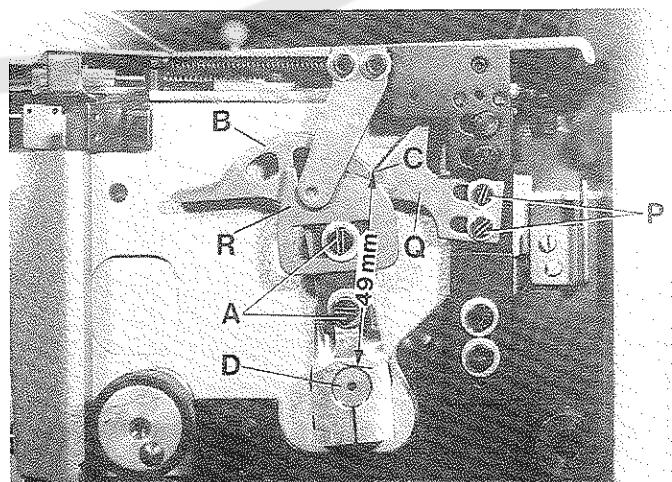

Fig.22
1. Loosen the two screws (A, Fig. 22) and set the take-up cams (B) so that the distance between upper edge of rocker shaft (D) and corner (C) on take-up cams (B) is 49 mm (1 15/16 in.) (see Fig. 22). Retighten screws (A).
5. For timing the "cast-off" of the looper threads turn handwheel in operating direction until the tips of the descending needles are even with the bottoms of the blades of loopers moving to the right. At this moment the looper threads simultaneously should be forced by the cast-off finger (Q, Fig. 22) over corner (C) on take-up cams (B). At the same time the nose on auxiliary take-up cam (R, Fig. 22) should just contact the looper threads.
1. Lösen Sie die beiden Schrauben (A, Fig. 22) und stellen Sie die Abzugskurven (B) so, daß zwischen der Oberkante der Schwinghebelwelle (D) und der Ecke (C) an den Abzugskurven (B) ein Abstand von 49 mm ist (siehe Fig. 22). Ziehen Sie die Schrauben (A) wieder an.
5. Zum Einstellen des Abzug-Zeitpunktes der Greiferfäden drehen Sie das Handrad in Nährichtung, bis die nach unten gehenden Nadelspitzen mit den Unterkanten der Klingen der sich nach rechts bewegenden Greifer bündig sind. In diesem Augenblick müssen die Greiferfäden vom Abzugsfinger (Q, Fig. 22) über die Ecke (C) der Abzugskurven (B) geschoben werden. Zum gleichen Zeitpunkt muß die Nase an der Zusatz-Abzugskurve (R, Fig. 22) die Greiferfäden gerade berühren.